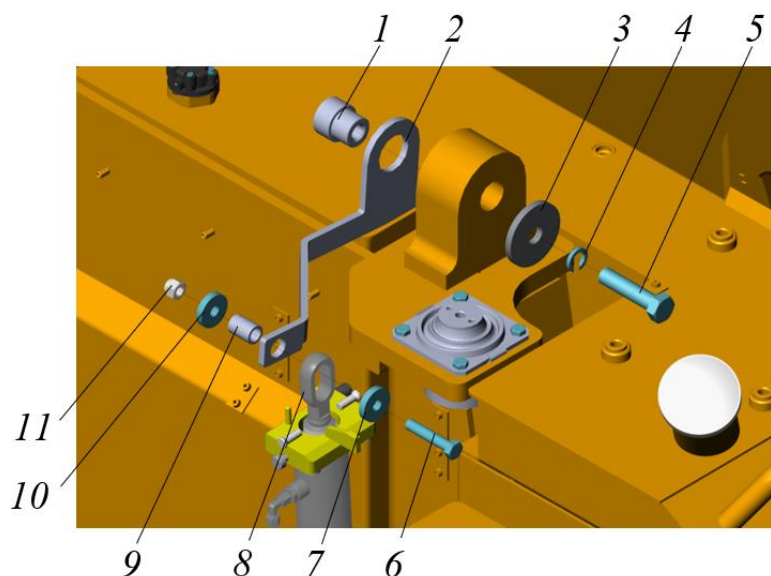
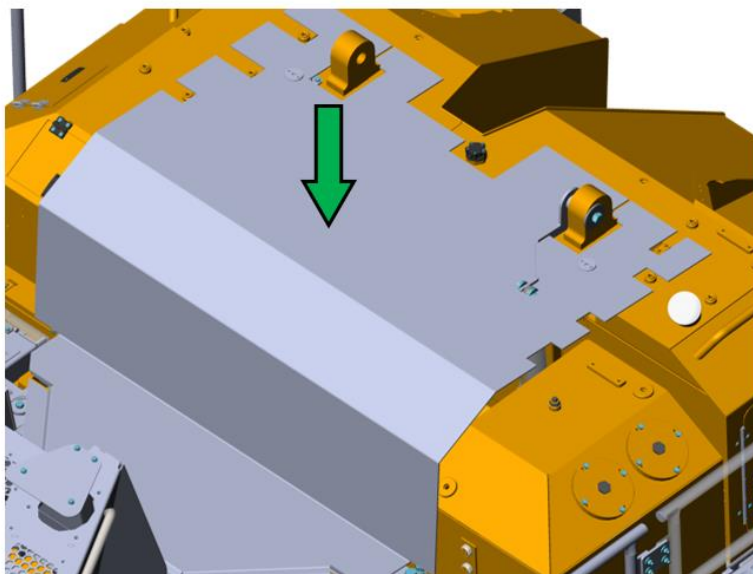

Рисунок 5.36. Фиксация штока гидроцилиндра кронштейном
Рисунок 5.37. Установка транспортировочного чехла
- ▶ Зафиксировать проушину штока гидроцилиндра 8 кронштейном с крепежом, см. взрыв-схему кронштейна с крепежом на рис. 5.36. Кронштейн с крепежом входит в комплект транспортировки.
- Установить транспортировочный чехол с магнитным крепежом, закрыв нишу трансмиссионного отсека трактора, см. рис. 5.37.
- ▶ Демонтировать транспортировочный чехол и кронштейн, удерживающий гидроцилиндр подъема-опускания кабины, рис. 5.37 и рис. 5.36.